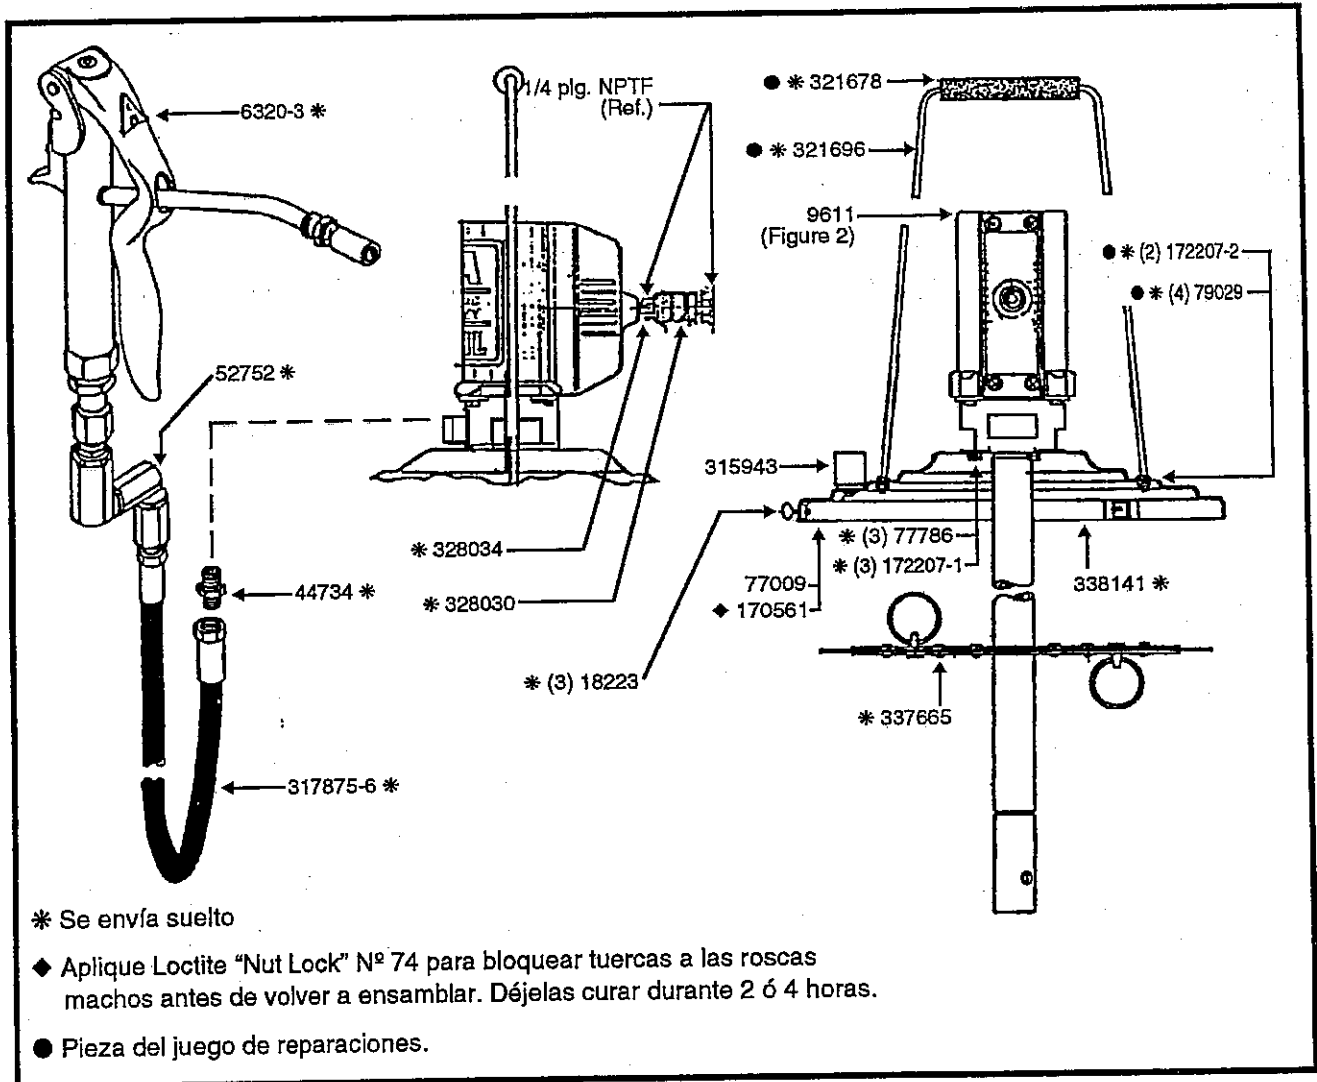

Figura 3: Componentes de la bomba de grasa modelo 9611-4
MODELO 9611-H: (Figura 3)
12. Instale el acoplador hembra 328030 en el extremo de la tubería de aire. Conecte el acoplador hembra al adaptador 328034 (Figura 3) en el ensamblaje del motor de aire comprimido.